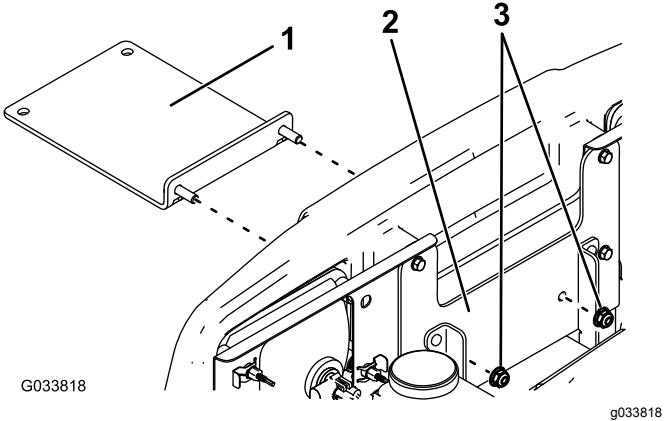

Рисунок 2
1. Вставьте длинный монтажный кронштейн в сборе через бампер (Рисунок 2).
3. Закрепите монтажный кронштейн бампера с помощью двух гаек (5/16 дюйма), как показано на Рисунок 2.